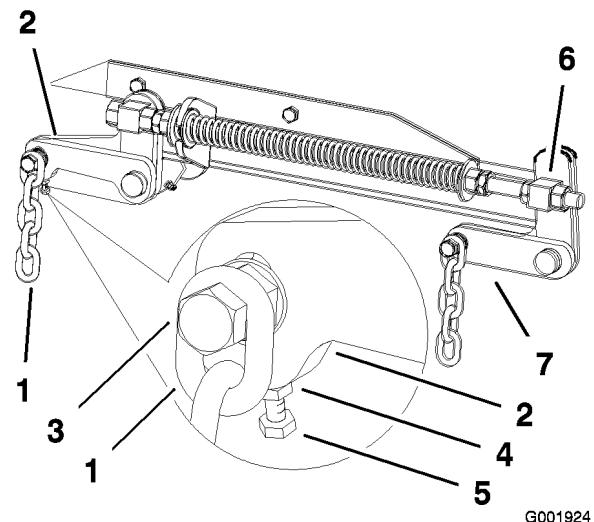

Figure 57
7. Si la distance mesurée au point **B** ou **C** n'est pas correcte, desserrez le boulon de fixation de la chaîne arrière au bras de support arrière (Figure 57).
8. Desserrez l'écrou de blocage sous le bras de support arrière et agissez sur le boulon de réglage de manière à obtenir une distance de 79 à 83 mm (3-1/8 à 3-1/4 po) (Figure 57).
- Desserrez d'environ 13 mm (1/2 po) les écrous de blocage à l'avant des pivots avant gauche et droit (Figure 57).
- Réglez les écrous de relevage sur les côtés gauche et droit de la machine de manière à abaisser l'avant de 6 à 10 mm (1/4 à 3/8 po) au point **A** par rapport au point **B** à l'arrière (Figure 57).